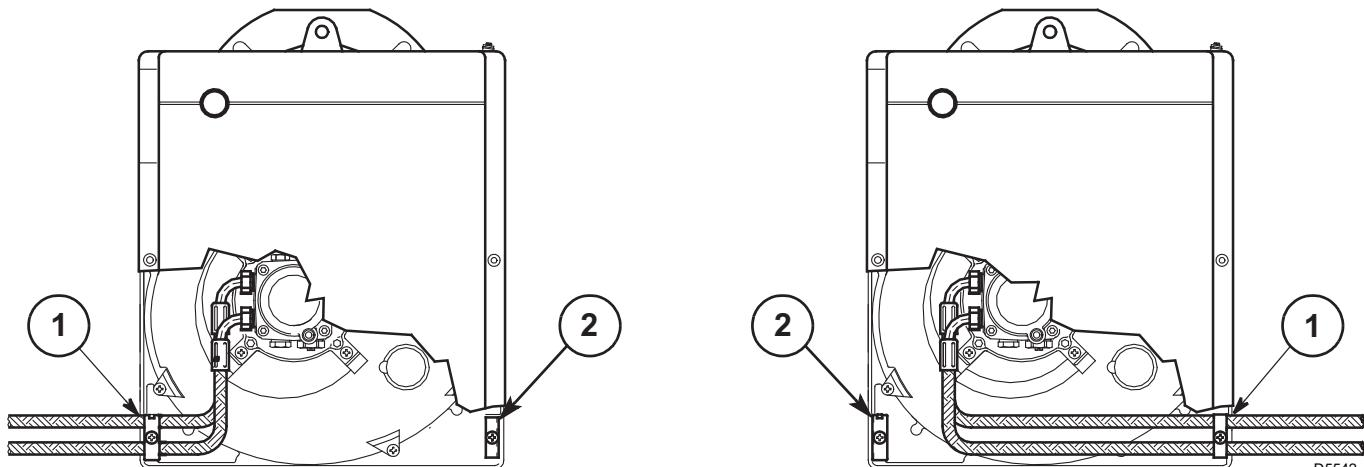

Fig. 7
Il bruciatore è predisposto per ricevere i tubi di alimentazione del gasolio da entrambi i lati. A seconda che l'uscita dei tubi avvenga a destra o a sinistra del bruciatore si dovranno invertire sia la piastrina di fissaggio (1) che la squadretta di chiusura (2), (vedi Fig. 7).